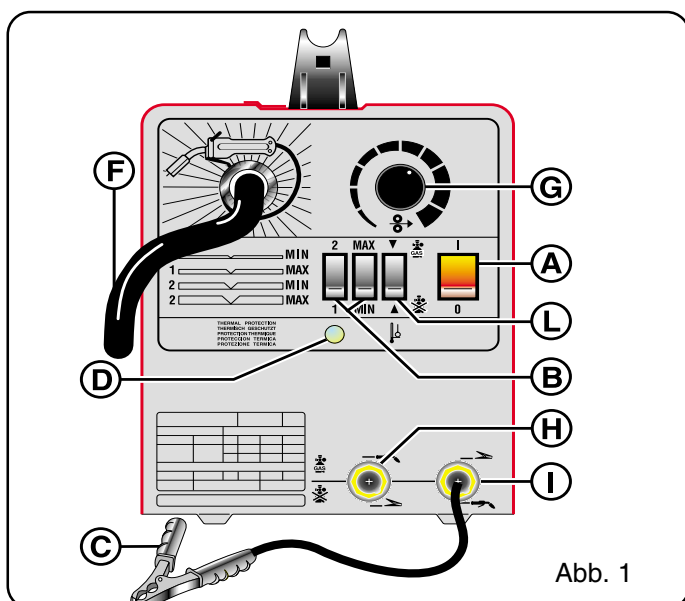

Abb. 1
Die Schweißstellung durch Wahlschalter (B) hinsichtlich der Schweißdicke nach den Angaben auf der Tafel auswählen. Der Brenner dem Schweißpunkt nähern. Die Maske (vorbereitet wie in Abb. 1) vor den Augen tragen.